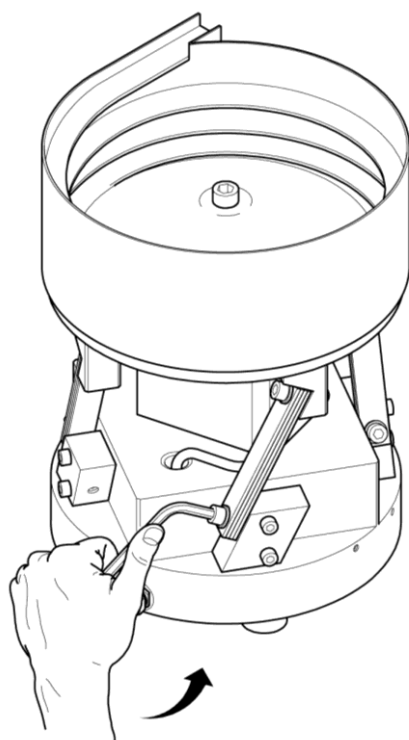

Figure 10
5. Dévisser **lentement** la vis de fixation du bas sur un des blocs-ressorts (reg. Figure 10). Le fait de desserrer cette vis entraîne une modification de la vitesse de transport des pièces dans le bol